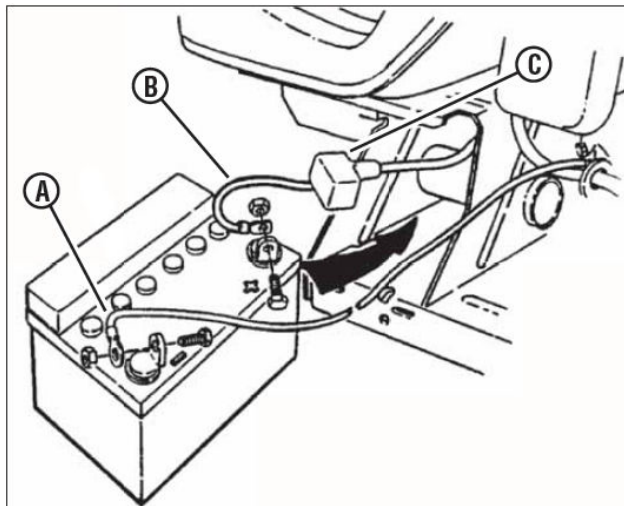

Рис. 49. Соединение аккумулятора
4. Запомните расположение проводов (А и В, рис. 49) на аккумуляторе.
2. Подсоедините красный положительный (+) провод (В, рис. 49) первым к положительной клемме (+) аккумулятора и зафиксируйте его гайкой и болтом, идущими в комплекте. Подсоедините черный отрицательный (-) провод (А) последним к отрицательной (-) клемме аккумулятора при помощи гайки и болта. Покройте клеммы небольшим количеством смазки, чтобы избежать коррозии.
10. Подсоедините красный положительный (+) провод (В, рис. 49) первым к положительной клемме (+) аккумулятора и зафиксируйте его гайкой и болтом, идущими в комплекте. Подсоедините черный отрицательный (-) провод (А) последним к отрицательной (-) клемме аккумулятора при помощи гайки и болта. Нанесите на клеммы небольшое количество смазки, чтобы избежать коррозии.